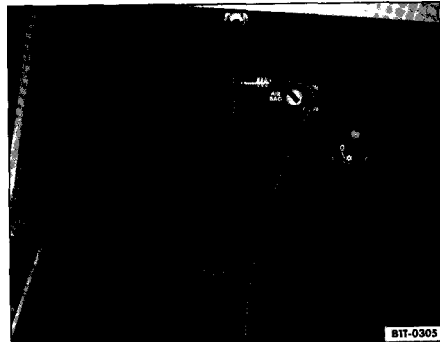

Fig. 95 Prise multimedia dans la boite a gants
Pour pouvoir raccorder une source audio externe a la prise multimedia fig. 95 situee dans la boite a gants, il vous faut un cable adaptateur special. Ce cable doit etre branche d'un cote dans la douille de jack (3,5 mm, stereo) et de l'autre cote a votre source audio externe. Il est vendu dans le commerce specialise.
- Debranchez le cable adaptateur de la prise multimedia fig. 95.